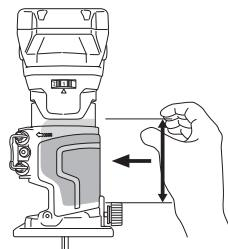

Fig. 29
- (1) Garder le foret séparé des pièces et maintenir fermement le corps avant de mettre l'interrupteur en marche. (Fig. 29)